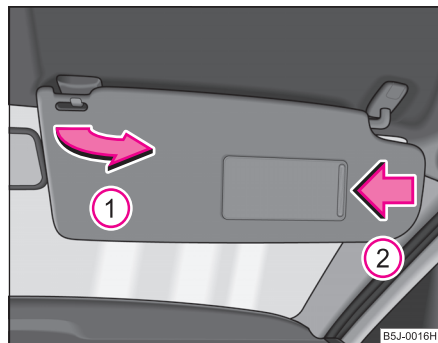

Fig. 41 Parasolarele:
Parasolarul conducătorului și al pasagerului din dreapta pot fi scoase din suporturi și îndreptate către uși (1) ⇒ fig. 41.